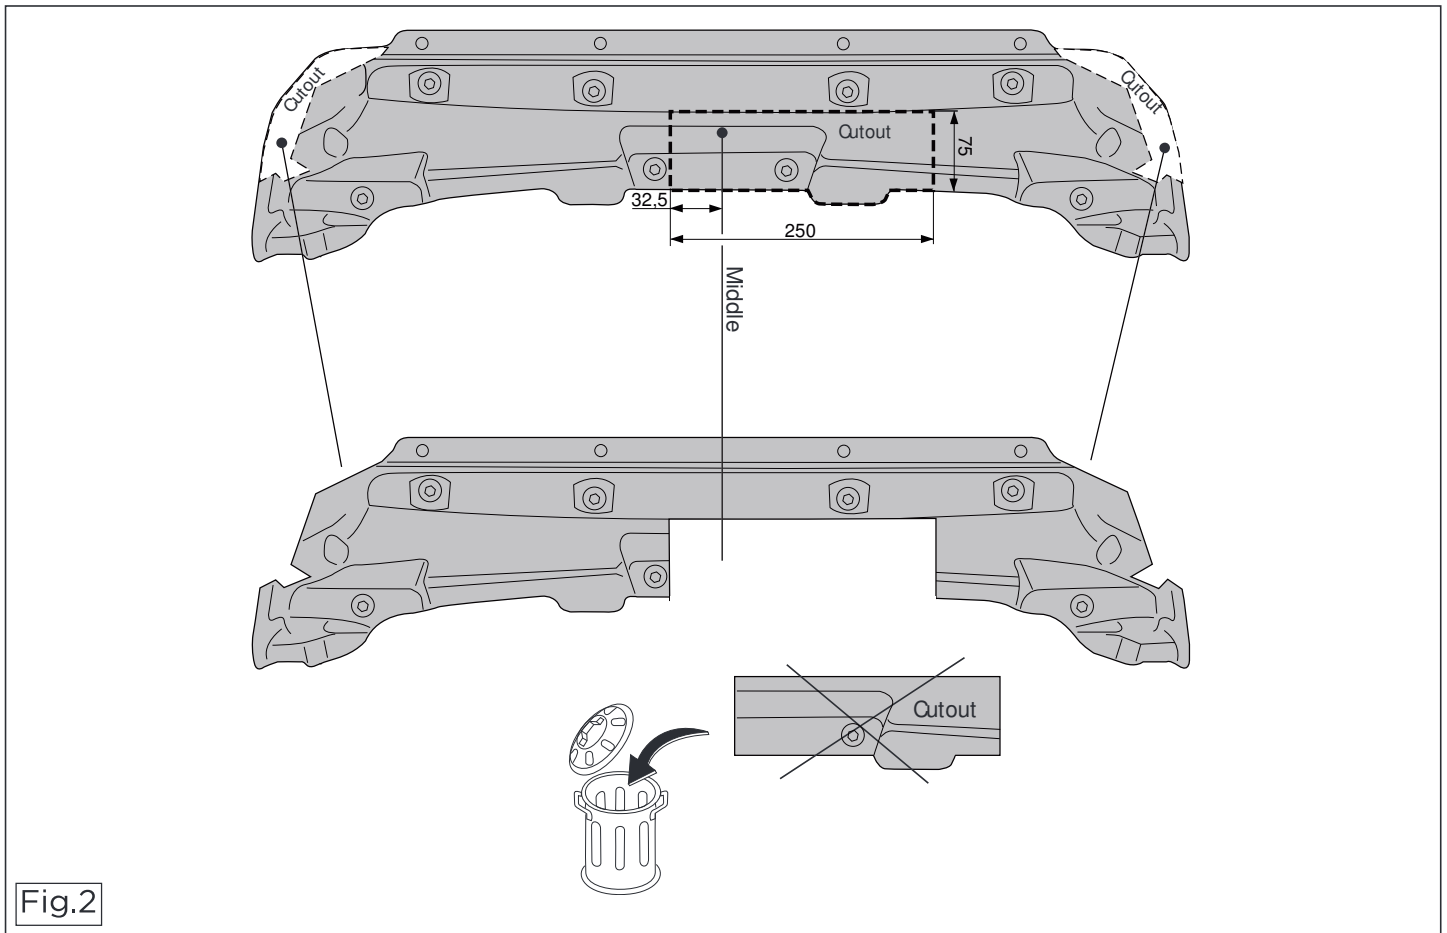

Fig.2
11. Saw a portion out of the heat shield as shown in figure 2.
11. Gemäß der Abbildung 2 ein Stück aus dem Hitzeschild sägen.